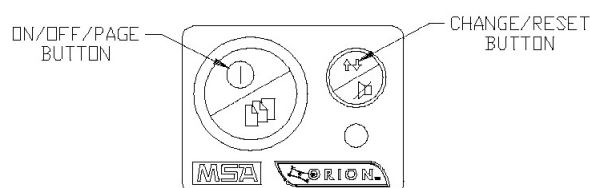

Figura 2-3 – Tasti Orion
- premere il tasto ON-OFF/PAGE (Figura 2-3)